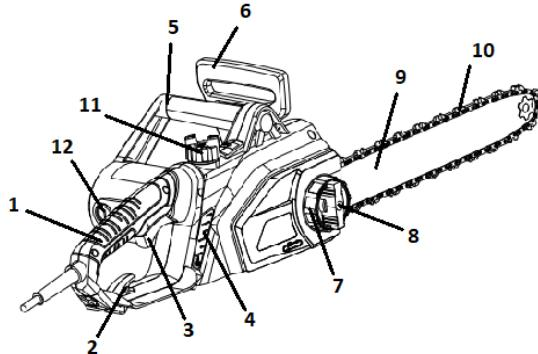

Рисунок 1
пиляльної гарнітури у складі шини (9), пиляльного ланцюга (10), систем натягування (7,8) та автоматичного змащування ланцюга (4,11); однофазного колекторного двигуна з подвійною ізоляцією, який встановлений по «подовжній» схемі – вісь двигуна паралельна осі виробу, при цьому рух на приводну шестерню ланцюга передається під кутом 90° через конічний редуктор; системи зчленення з відцентровою муфтою та гальмами, – згідно рис. 1.
4.1.1 Для увімкнення виробу натисніть на кнопку блокування від випадкового вимикання (розташована з лівого боку основної рукоятки), а потім на важіль перемикача (3) (рис. 1). Для відключення виробу слід важіль відпустити.